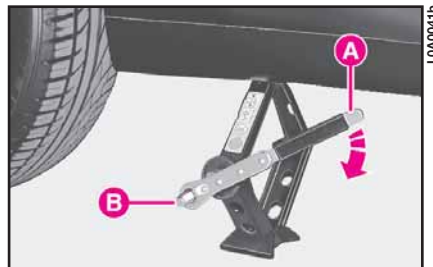

fig. 14
15) Introduire la clé à cliquet **A** (fig. 14) avec le fourreau **B** sur le pion du cric.